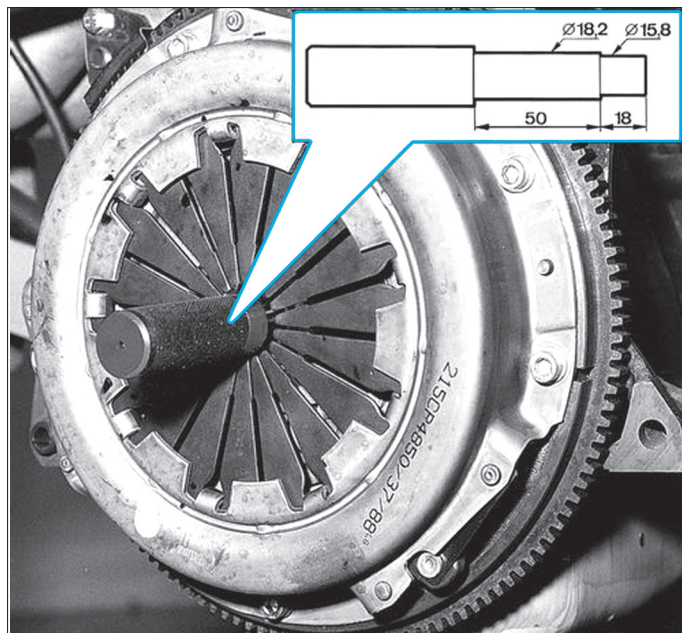

FIG. 1
[1]. Centreurs du disque d'embrayage (PSA 9513-T) ou un centreur universel (Fig.1).
- Mettre en place le disque d'embrayage en utilisant le centreur PSA ou un centreur universel (Fig.1).